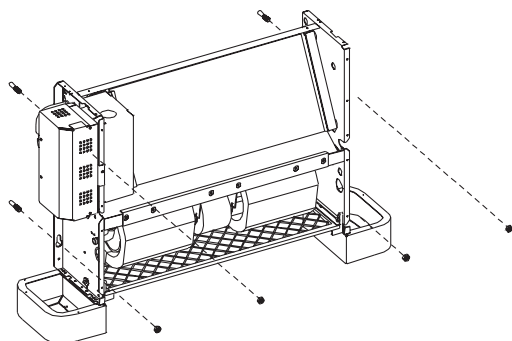

Рис. 4-18
2) Закрепите устройство, вкрутив четыре винта в дюбели, установленные в стену (см. рис. 4-18).